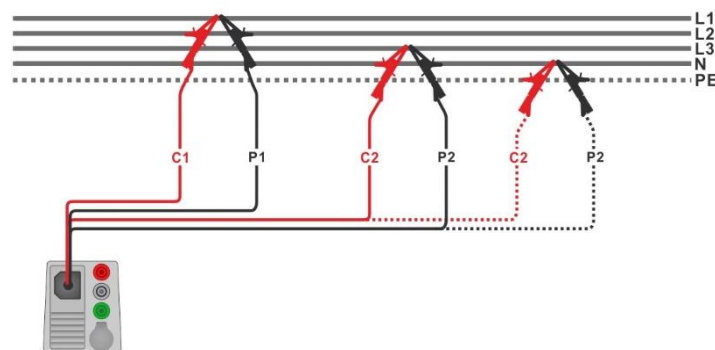

Abbildung 7.59: Phase-Phase oder Phase-Neutralleiter 4-Leiter Leitungsimpedanzmessung
- › Schließen Sie den 4-Leiter Prüfadapter am Prüfling an, siehe **Abbildung 7.59**.